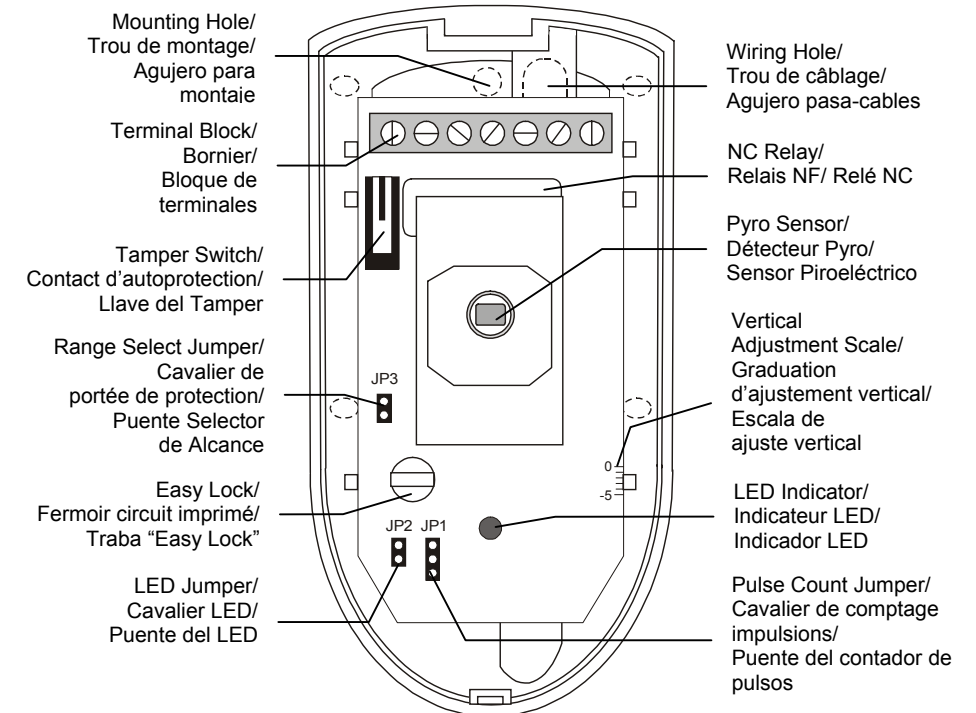

Figure 2: PCB / Figure 2: Circuit Imprimé / Figure 2: PCB
4. **Thread the wires** through the wiring holes (from the outside of the unit) using the appropriate wiring hole knock outs shown in Figure 2. **Note: Electronics Line recommends using 20-22 AWG connection cable.**
4. **Faire passer les fils** par les trous de câblage (hors de l'unité) en utilisant les outils passe fils appropriés (voir figure 2).